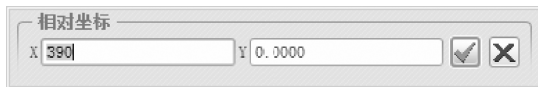

图 10-39 输入相对坐标
- (5) 在【控制】选项组中单击【相对坐标】按钮，弹出【相对坐标】对话框，在其中输入坐标值 X (390)，Y (0)，如图 10-39 所示，按〈Enter〉键确认第 2 点。